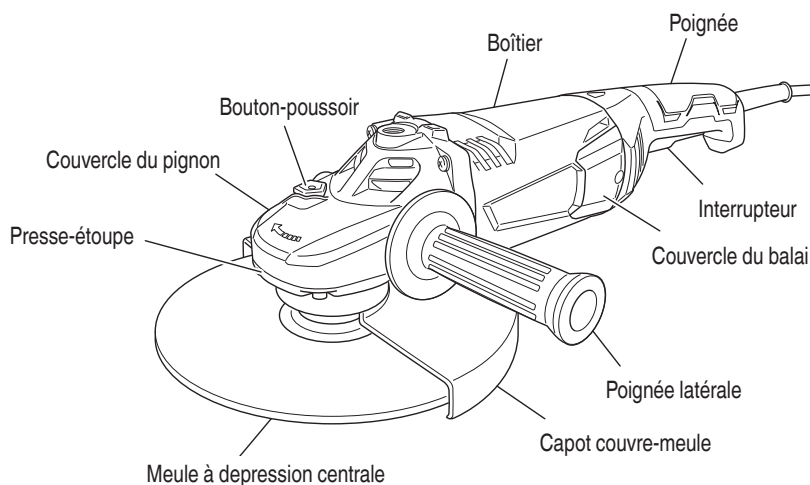

Fig. 1
- Tenir la meuleuse fermement par sa poignée et sa poignée latérale (Fig. 1)